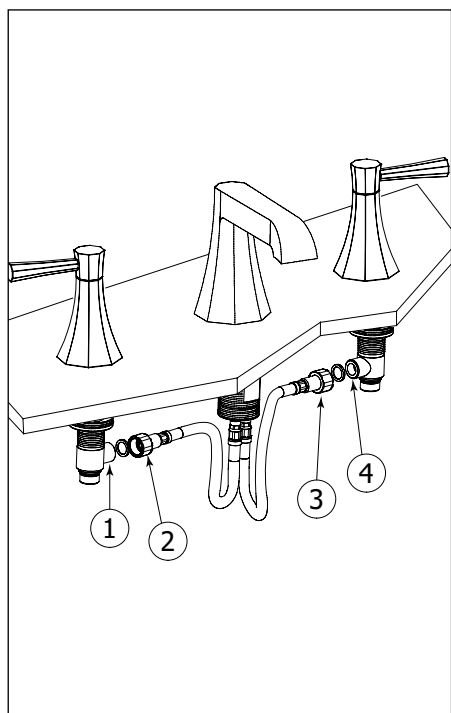

Fig.4
Unscrew the tail piece (6) from the other parts. Then unscrew the drain base (5) and the transparent nylon washers (3&4). Insert the top of the drain (1) and the black nylon washer (2) into the basin waste outlet (fig. 4). Put below the basin the transparent nylon washers (3&4), and screw the drain base (5) using the long screw. Finally, position the tail piece (6) on the drain base (5) and the decorative drain corner in place.
Dévisser le tube (6) des autres pièces du drain. Ensuite, dévisser la base du drain (5) et les joints transparents en nylon (3&4). Insérer le collet du drain (1) et le joint en nylon noir (2) dans l'évacuation du lavabo (fig. 4). Mettre sous le lavabo les joints transparents en nylon (3&4), et visser la base du drain (5) à l'aide de la longue vis. Finalement, visser le tube fileté 1 1/4" sur la base du drain (5) et mettre le couvercle décoratif à sa place.